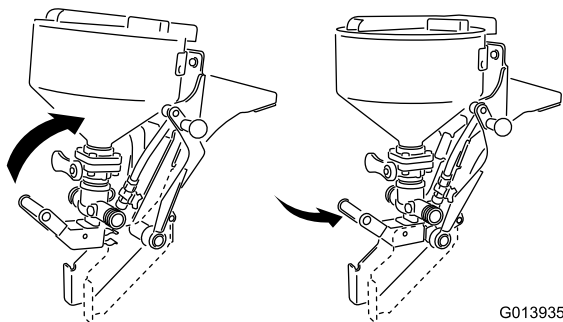

図 18
- A. 下側のハンドルを持ってエダクタを持ち上げながら少しタンク側に倒す (図 18)。
- B. クロスバーの下にトングを通す (溶接されているタブがフレーム・アセンブリの上部にくるように) (図 18)。
- C. 次に、アセンブリをタンク側に倒してスプリング・クランプとフレーム下部の大きいピボット・ハウジングとを整列させる (図 18)。